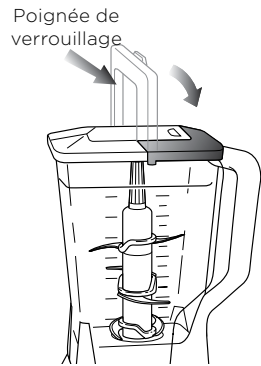

Fig. 5
- 9 En tenant le couvercle par la poignée, en position verticale, déposez-le sur le pichet en alignant la flèche (▼) sur le couvercle avec la flèche (▲) de la poignée du pichet. **(Fig. 5)**